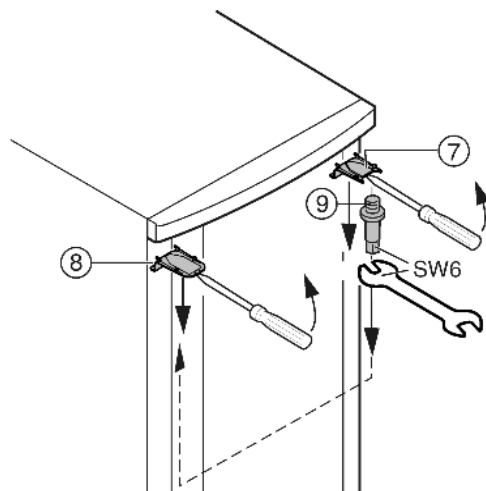

Fig. 8
- ▶ Odstraňte kryt Fig. 8 (7) a kryt Fig. 8 (8) šroubovákem vpředu uvolněte ze západek a odstraňte pohybem šikmo směrem dolů.
- ▶ Vyšroubujte ložiskové čepy Fig. 8 (9) a na protější straně zašroubujte silou (4 Nm).
- ▶ Namontujte opět kryt Fig. 8 (7) na straně ložiskového čepu: vzadu nasadte, vpředu nechte zaskočit do západek.
- ▶ Namontujte opět kryt Fig. 8 (8) na protější straně: vzadu nasadte, vpředu nechte zaskočit do západek.
- ▶ Zavěste dveře nahoře do ložiskového čepu *Fig. 8 (9)*.